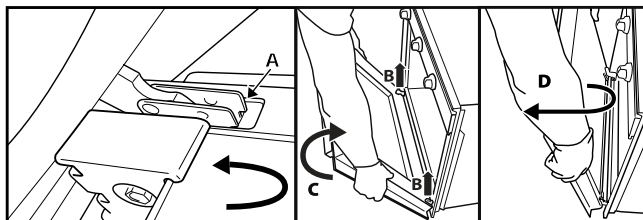

Рис. 2
3. Закройте дверцу до упора (A). Поднимите (B) и поверните ее (C) так, чтобы она вышла из креплений (D) (рис. 2).